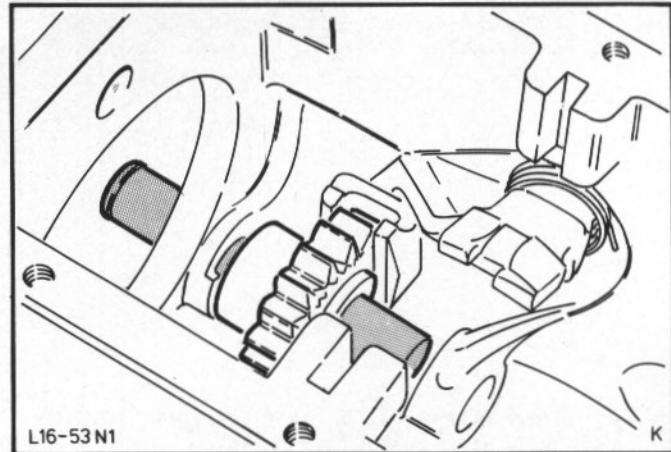

Abb.137 Zwischenrad-Rückwärtsgang einbauen
43. Zwischenrad-Rückwärtsgang mit dem stärkeren Ansatz nach hinten zeigend einbauen. Zwischenrad in die Schaltklaue einsetzen, Achse einschieben und mit einem Kupferhammer einschlagen, Abb.137.